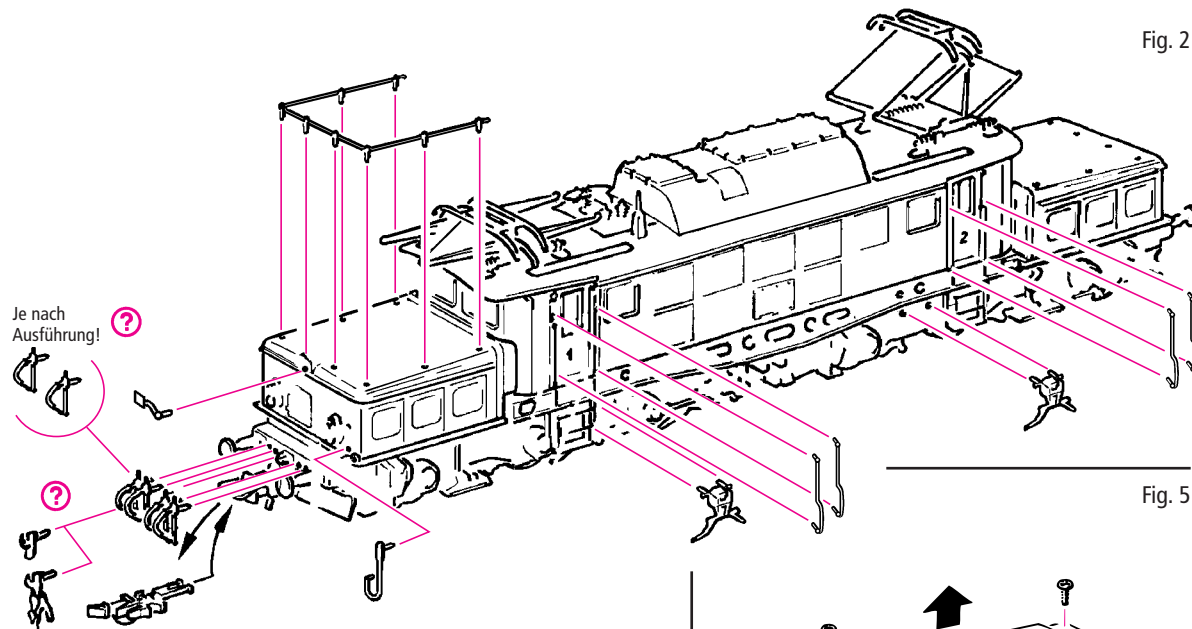
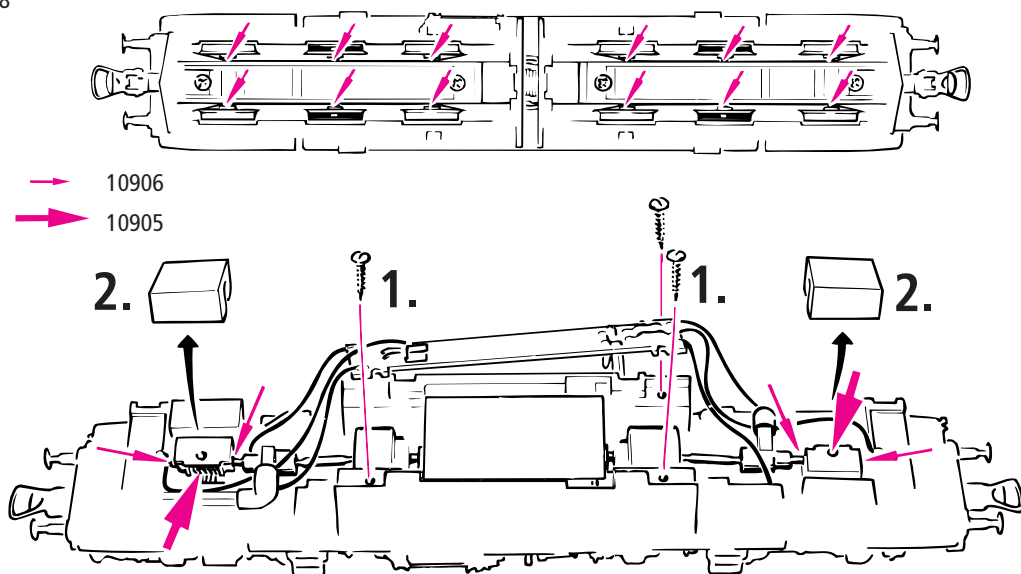
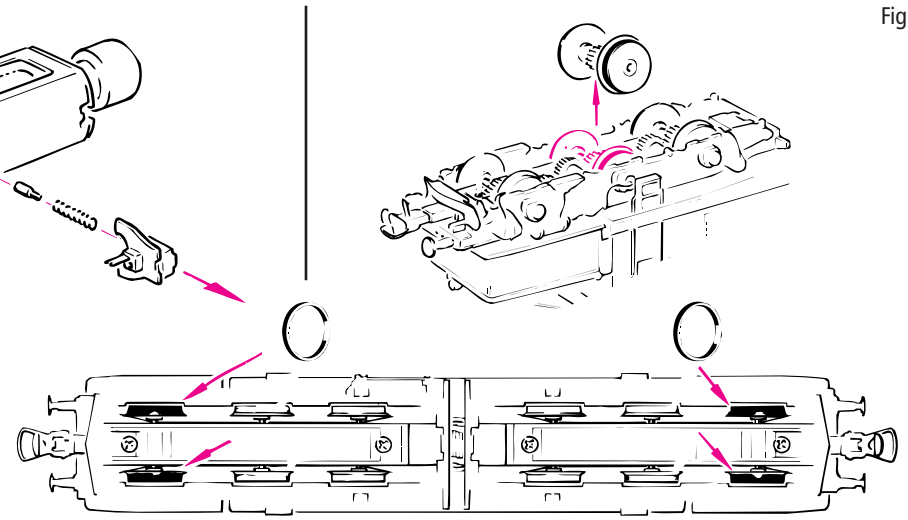

Fig. 5
Fig. 9
Fig. 10
1. Reinigung der Radstromkontakte: Radstromkontakte können auf unsauberen Schienen leicht verschmutzen. Bitte **entfernen Sie vorsichtig** mit einem kleinen Pinsel **den Schmutz** an den in Fig. 10 gekennzeichneten Stellen. Dazu zuerst den Getriebedeckel abnehmen (Fig. 5) und die Radsätze herausnehmen (Fig. 9).
4. Haftreifenwechsel: Zuerst den Getriebedeckel abnehmen (Fig. 5). Danach den **Radsatz** herausnehmen und den **Haftreifen** mit einer Nadel oder einem feinen Schraubendreher abziehen (Fig. 9). Beim Aufziehen des neuen Haftreifens bitte darauf achten, dass dieser sich **nicht verdreht**.
Les lames de contact risquent de s'encrasser rapidement sur des voies poussiéreuses. Démontez d'abord le couvercle du carter des engrenages (fig. 5). Délogez ensuite les essieux bandagés (fig. 9). Veuillez **enlever la poussière** aux endroits marqués à la fig. 10 à l'aide d'un petit pinceau souple.
4. Échange des bandages d'adhérence: Démontez d'abord le **couvercle du carter** des engrenages (fig. 5). Deloguez ensuite les essieux bandagés et enlevez, à l'aide d'une aiguille qu'un tourne-vis fin les bandages d'adhérence (fig. 9). Lors du montage des nouveaux bandages veuillez veiller à ce que les bandages **ne soient pas tordues**.
1. Cleaning of wheel contacts: Wheel contacts easily get dirty on tracks which are not entirely clean. Use a small brush to **remove dirt** from spots marked in fig. 10 you have removed the gear cover and taken out the wheel set (fig. 5, fig. 9).
4. Change of traction tyre: Remove **gear cover** (fig. 5). Take out **wheel set** and remove **traction tyre** using a pin or a fine screwdriver (fig. 9). When pressing on the new traction tyre please **avoid twisting it**.